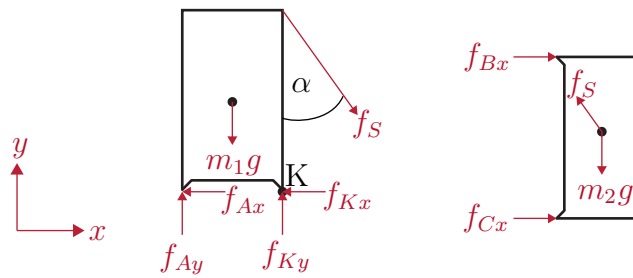

Abbildung 3: Freischnitt Bsp. 1.
a) Schnittskizze: siehe Abbildung 3